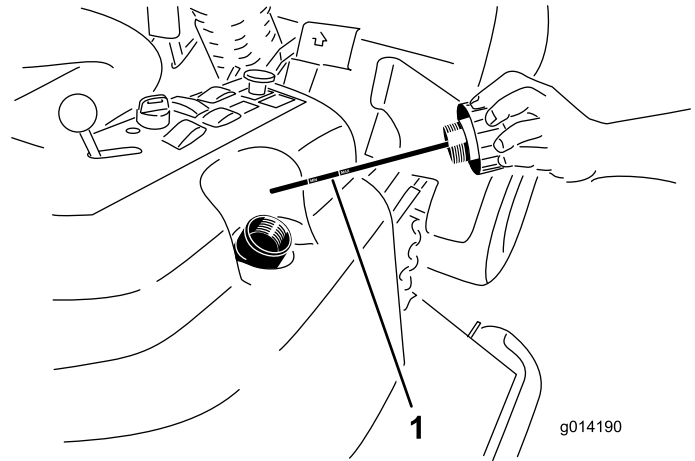

Рисунок 42
2. Снимите крышку (Рисунок 42) с маслобака.
3. Извлеките масляный щуп и протрите его чистой ветошью (Рисунок 42).
4. Вставьте масляный щуп в заливную горловину до отказа; затем извлеките его и проверьте уровень жидкости (Рисунок 42).